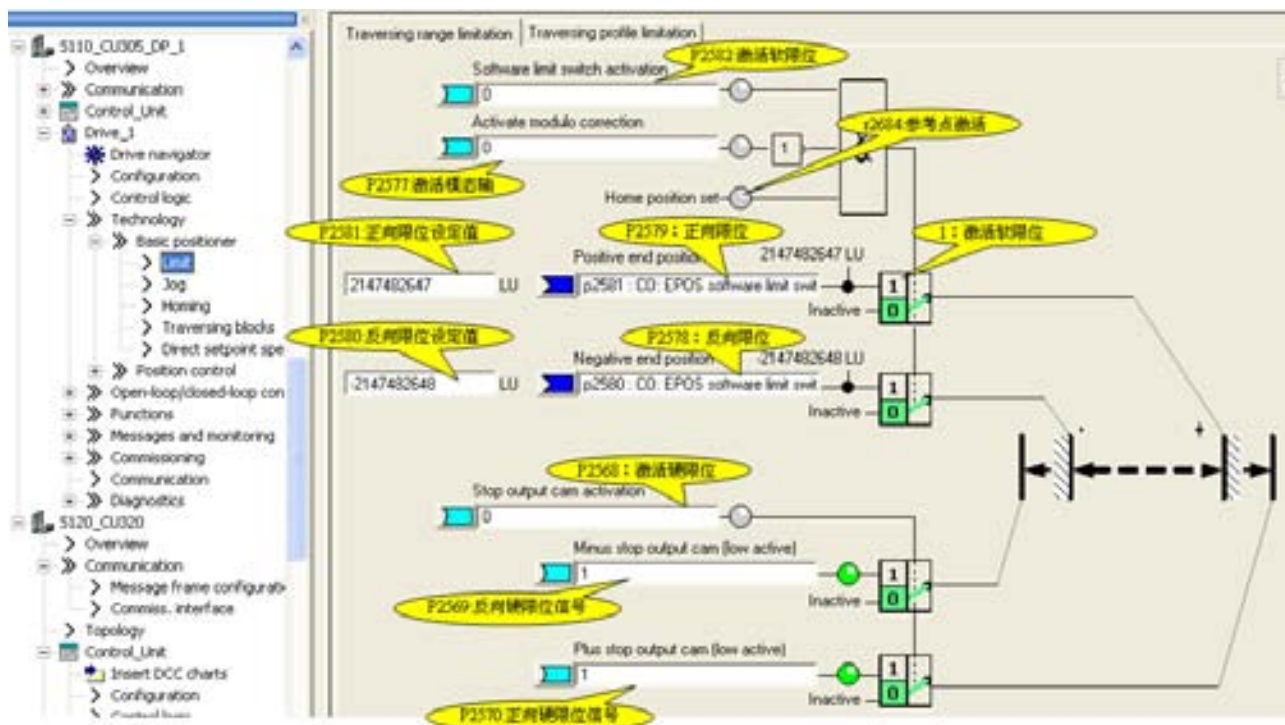
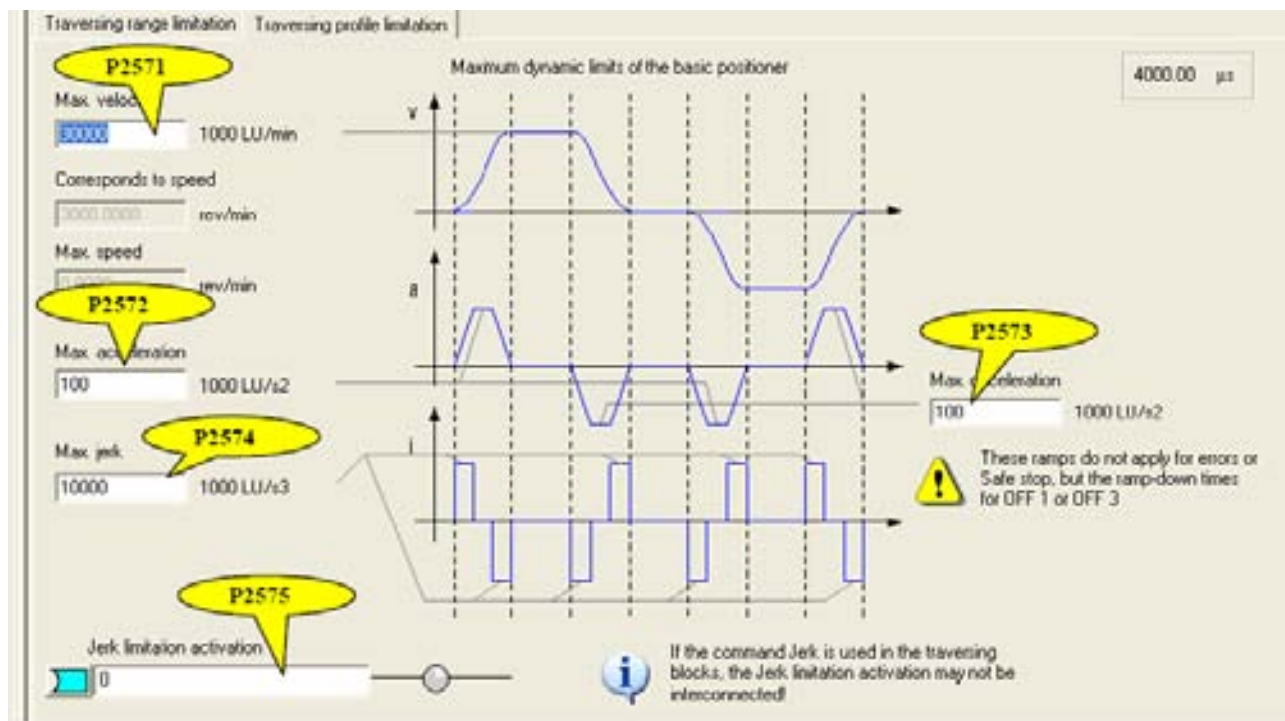

图 82. “Limit” 功能参数设置
图 83. 运行限制参数设置
- (1) 如图 82 所示，可以通过参数 p2582 和 p2568 来激活软限位和硬限位功能。
- (2) 注意要在禁止模式轴和回零后，才能激活软限位功能。
- (3) 硬限位信号是低电平有效。
- (4) 如图 83 所示，可以设置最大速度、最大加 / 减速度以及最大加加速度。